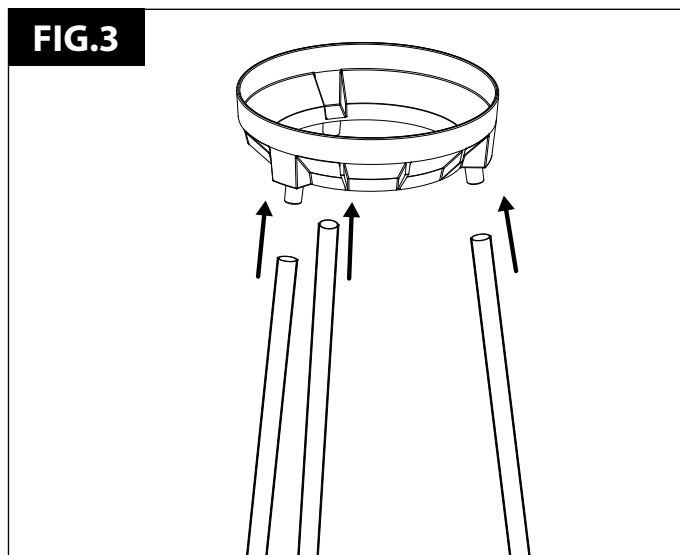

FIG.4
3. Lijm 3 delige koppelingen van 63 mm op de in- en uitgang van de Polyvortex Pro (Fig. 4).